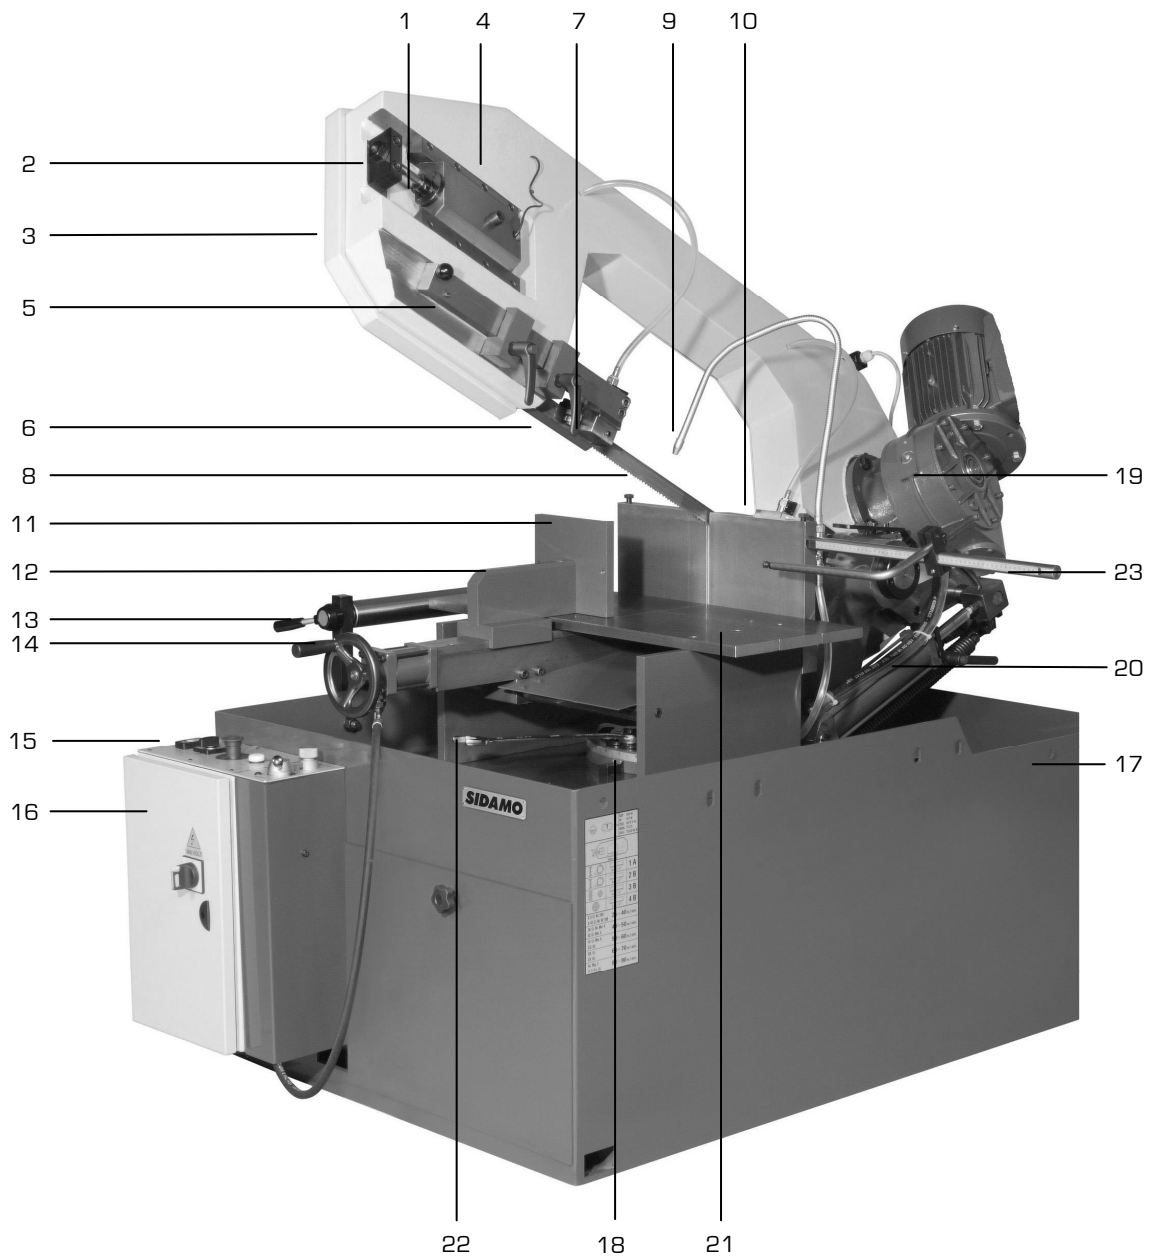

Figure 1
- Insérer la butée de coupe (23 fig.1) dans son siège sur la base droite de l'étau, puis la bloquer.
Ce pictogramme de sens de défilement du ruban est présent sur le carter ruban (3 fig.1).